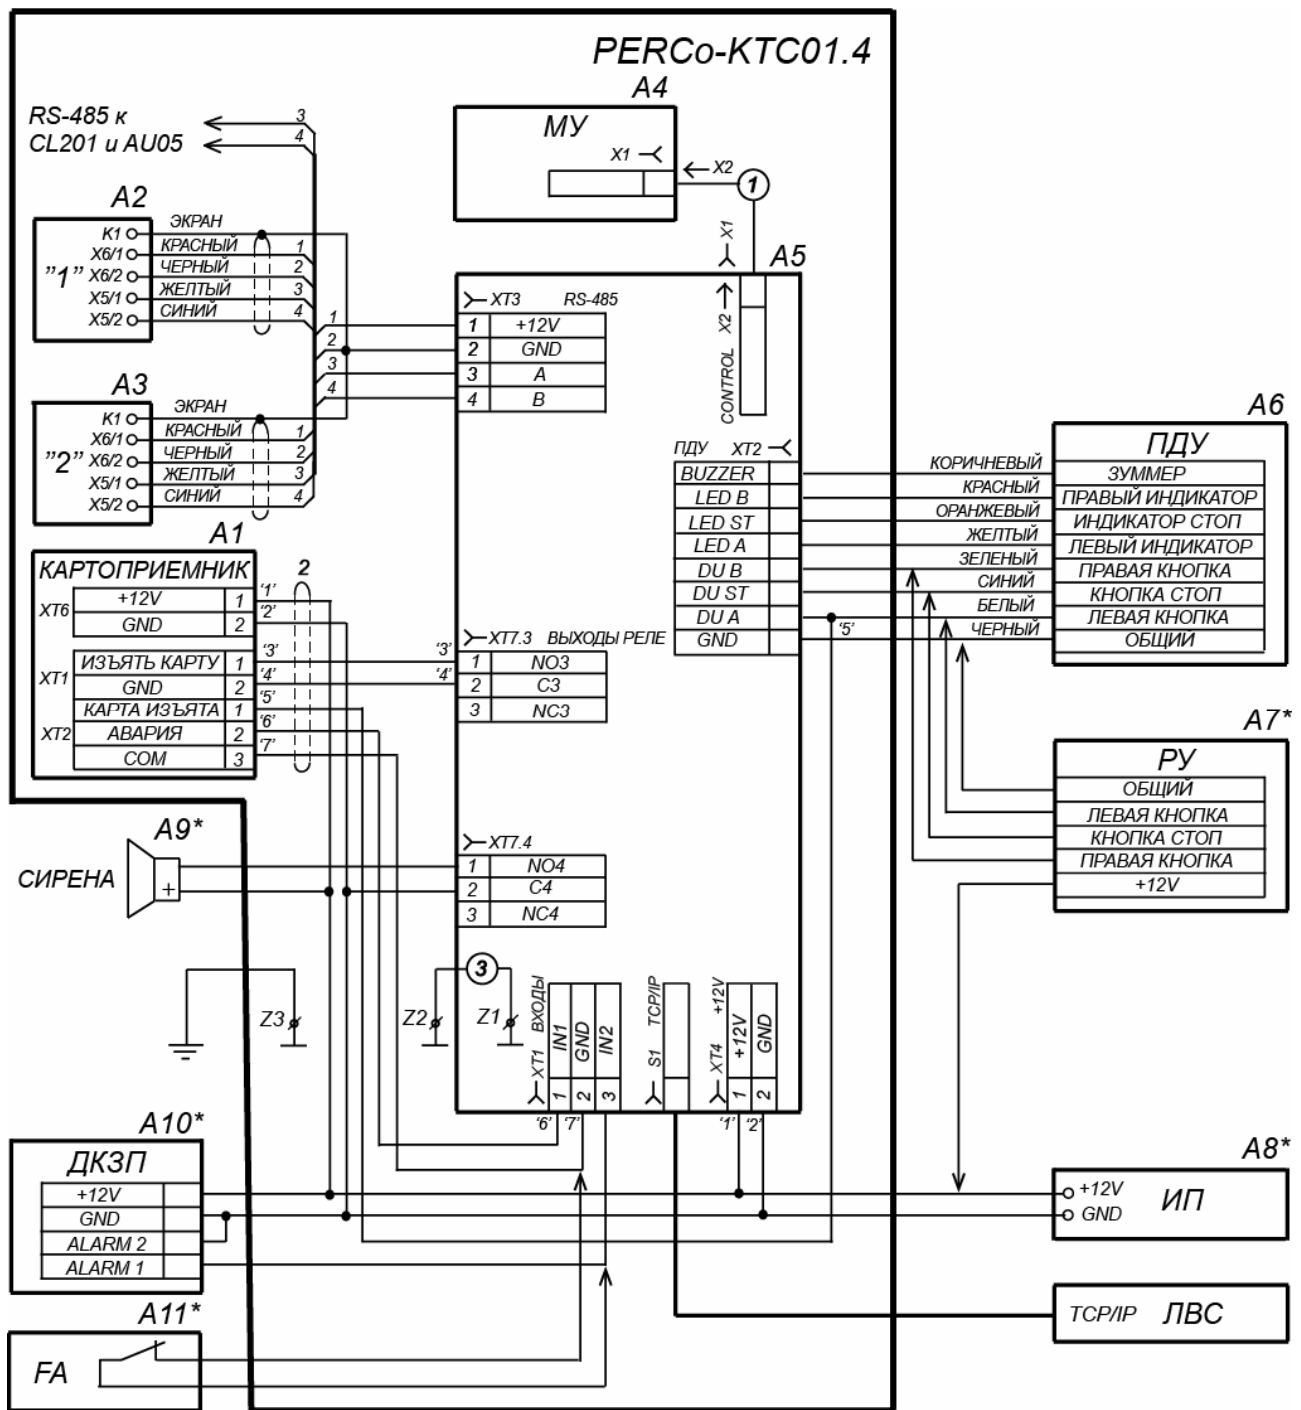

Рисунок 13. Схема подключения ЭП и дополнительного оборудования¹
Расположение клеммных колодок на плате контроллера ЭП показано на рис. 5, назначение контактов клеммных колодок указано в табл. 1. Схема подключения приведена на рис. 13. Используемые при подключении типы кабелей указаны в табл. 5. При монтаже ЭП придерживайтесь следующей последовательности действий:
12. Подключите кабель питания (18) к клеммной колодке **XT4** на плате контроллера ЭП согласно схеме, приведенной на рис. 13.
13. Подключите кабель (17) ПДУ (16) к клеммной колодке **XT2** на плате контроллера ЭП согласно схеме, приведенной на рис. 13.
14. Подключите при необходимости кабели от других устройств к соответствующим клеммным колодкам платы контроллера ЭП согласно схеме, приведенной на рис. 13.
10. Подсоедините кабель картоприемника к плате управления картоприемника согласно схеме рис. 13 и рис. 6.
12. Установите в рабочее положение контейнер картоприемника со стороны механизма картоприемника, а заглушку (14) – с противоположной стороны.
13. Установите крышку (3) в рабочее положение (см. разд. 6).